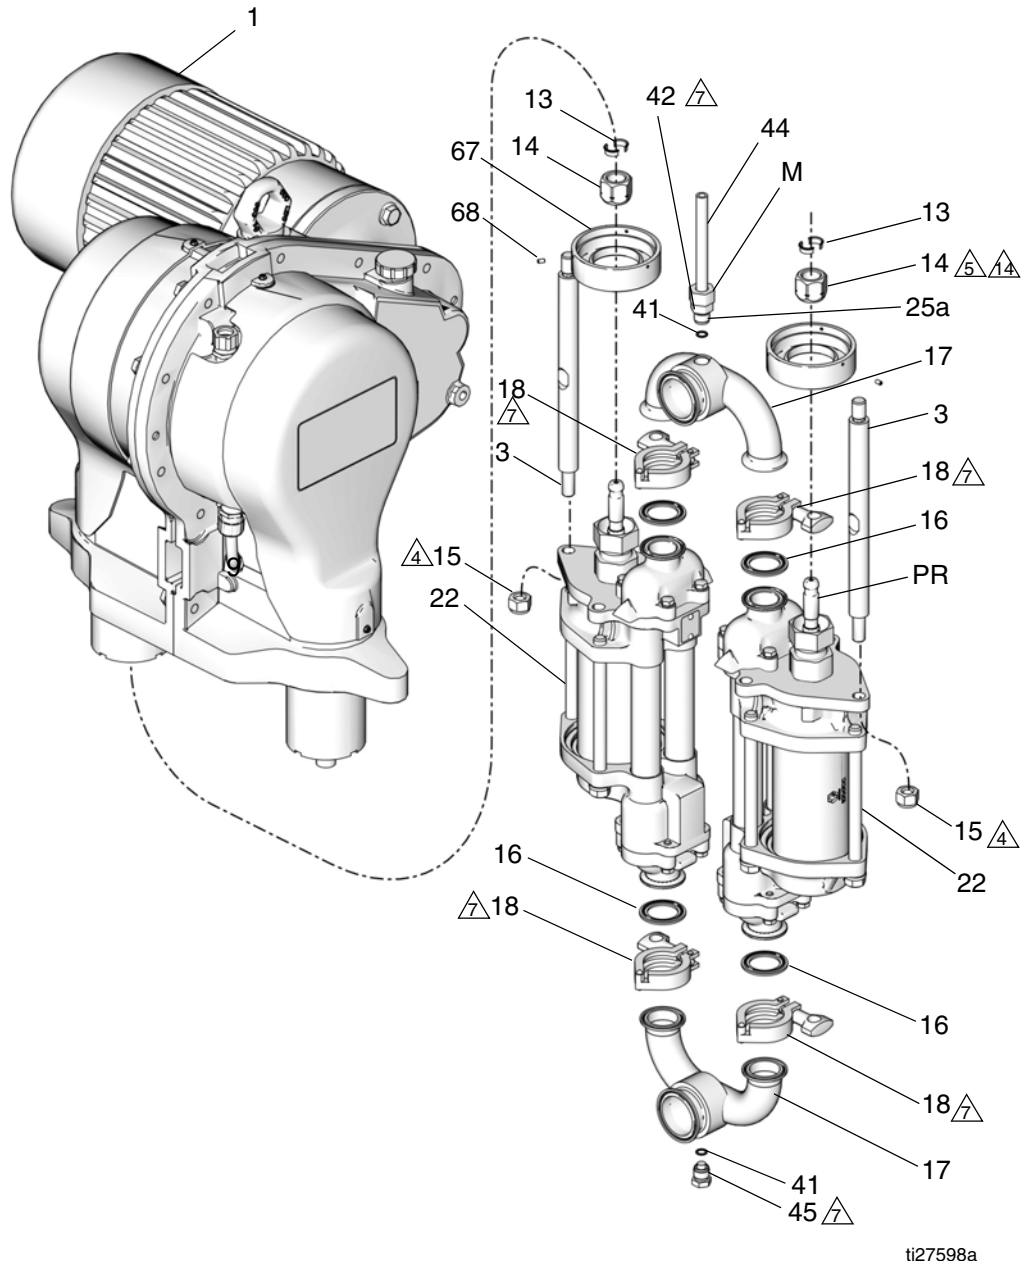

FIG. 6: Sezione del fluido
10. Vedere FIG. 6. *In pompe con un circuito del sensore:* Nel collettore di uscita (17) della pompa, allentare il dado (M) del canale sensore (44) e svitare l'adattatore (42) dal collettore. Rimuovere il trasduttore (25a) dalla porta del collettore. Rimuovere l'O-ring esistente (41) e smaltirlo.
11. Allentare i morsetti (18) nei collettori di ingresso e di uscita (17). Rimuovere i collettori e le guarnizioni (16).
12. Rimuovere il dado di accoppiamento (14) e i collari (13) dalle bielle (PR).
13. Svitare i controdadi (15). Rimuovere ciascuna unità pompante (22). Consultare il manuale del pompante specifico per le istruzioni di riparazione.
1. Vedere FIG. 6. Installare il dado di accoppiamento (14) sulla biella dell'unità pompante (PR).
2. Orientare il pompante (22) verso il riduttore a ingranaggi (GR) come illustrato. Posizionare l'unità pompante sui tiranti (3). Avvitare a mano i controdadi (15) sui tiranti.
3. Assemblare i collettori di ingresso e di uscita (17) sulla pompa, usando le nuove guarnizioni (16). Serrare i morsetti (18) a 15-20 piedi-libbre (21-27 N•m).
4. Serrare i controdadi (15) a 50-60 piedi-libbre (68-80 N•m).
5. Al collettore di uscita (17):
- a. *In pompe con un circuito del sensore:* installare un nuovo o-ring nero (41) sul trasduttore (25a). Inserire il trasduttore sul collettore di uscita (17). Serrare l'adattatore (42) per primo, quindi il dado (M) a 15-20 piedi-libbre (21-27 N•m).
- b. *In pompe senza circuito del sensore:* Installare un o-ring nero (41) sul tappo (45). Avvitare il tappo sul collettore di uscita (17) e serrare a 15-20 piedi-libbre (21-27 N•m).
6. Installare un o-ring nero (41) sul tappo (45). Avvitare il tappo sul collettore di ingresso (17) e serrare a 15-20 piedi-libbre (21-27 N•m).
7. Accertarsi che i collari (13) siano in posizione sul dado di accoppiamento (14).
8. Inserire la chiave da 3/4 in. sulle facce di presa del pistone a cursore (9) per mantenerlo fisso quando si sta serrando il dado di accoppiamento (14). Orientare la chiave affinché sia serrata contro uno dei tiranti (3) o contro il supporto della pompa. Serrare il dado di accoppiamento (14) sul pistone a cursore (9) con una coppia di 102-108 N•m (75-80 lb-ft).
9. **Pompe con unità pompanti sigillate:** Montare le protezioni (72) inserendo i bordi inferiori con la scanalatura nel cappuccio della tazza bagnata. Agganciare insieme le due protezioni.